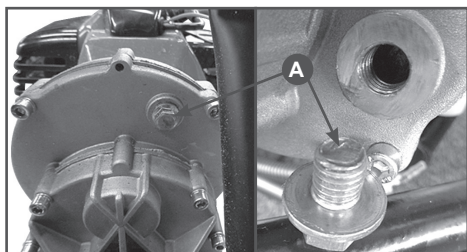

Рис. 2 Проверка наличия смазки
1. Выкрутите болт (А) под блоком редуктора и проверьте наличие смазки (Рис. 2). При необходимости добавьте 50-100 г универсальной смазки (Рис. 15).